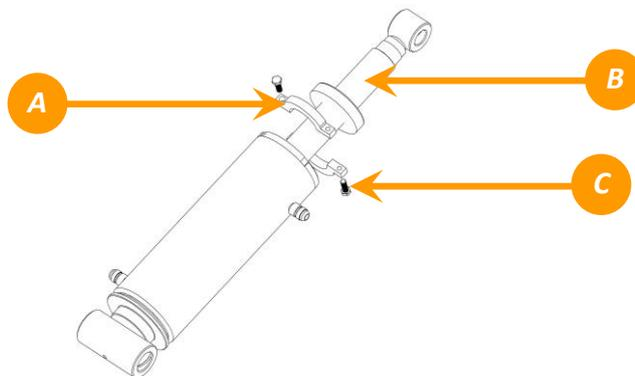

Figura 15 - Cilindro (A); Espaçador (calço) (B); Parafuso (C);
Controle da profundidade do sulco (Fertilizante) é feito através de espaçadores (calços) (A) na haste do cilindro hidráulico (B) conforme figura 15, para diminuir a profundidade adicione espaçadores, para aumentar a profundidade remova os espaçadores conforme profundidade desejada.